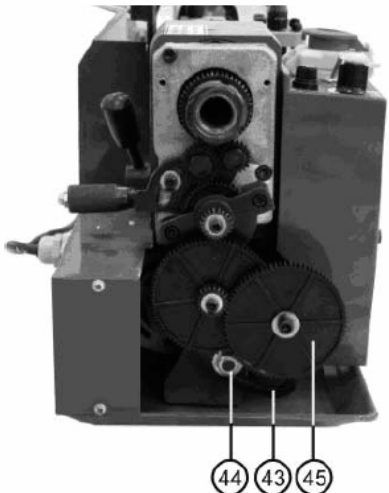

Рис. 5
10.6. Замена шестерен для нарезания резьбы (Рис.5, 6а, 6б).
10.6.7. Позиция валов, несущих шестерни А и D, фиксированные, поэтому все регулировки выполняются на валах, несущих шестерен В и С и кулисе (43), как показано на Рис. 5.